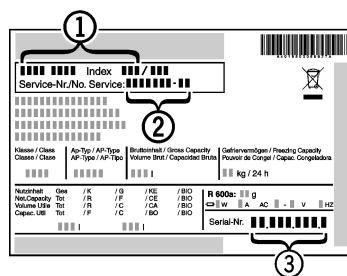

Fig. 7
- Denominación del aparato *Fig. 7 (1)*, nº del servicio técnico *Fig. 7 (2)* y nº de serie *Fig. 7 (3)* en la placa de identificación. La placa de identificación se encuentra en la parte interior izquierda del aparato.
- Informe al servicio postventa e indique el fallo, la denominación del aparato *Fig. 7 (1)*, el nº del servicio técnico *Fig. 7 (2)* y el nº de serie *Fig. 7 (3)*.